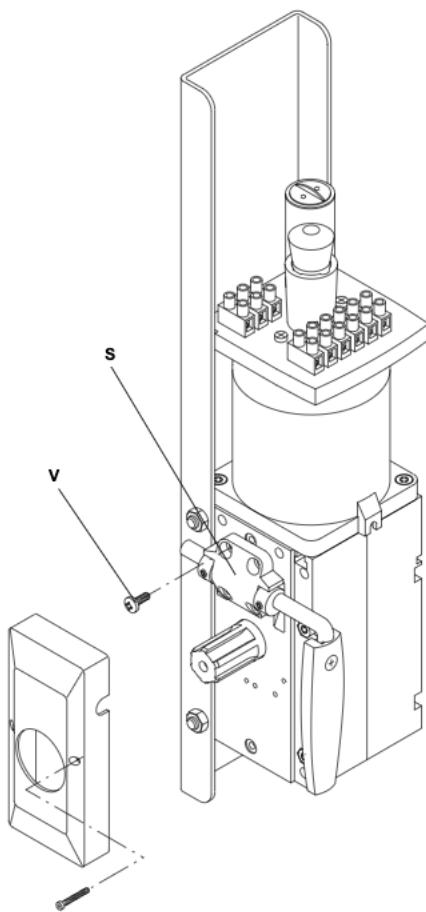

Fig.14
• Togliere il supporto S svitando le 4 viti V (fig. 14).
• Remove the support S unscrewing the 4 screws (fig. 14).
• Die Stütze S nehmen aufschraubend die 4 Schrauben (Bild 14).
• Enlever le support S en dévissant les 4 vis (fig. 14).
- Quitar el soporte S destornillando los 4 tornillos V (fig. 14)